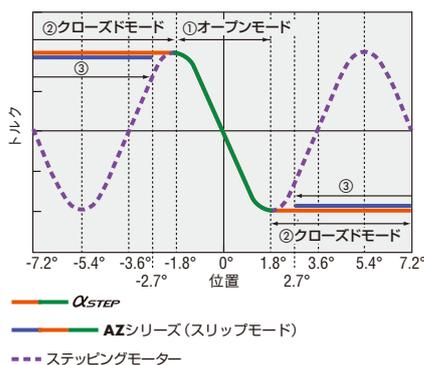

図30 AZシリーズスリップモード動作
$\alpha$ STEPの位置偏差と出力トルクの関係を、図30に示します。通常の $\alpha$ STEP制御では、位置偏差が1.8°を超えるとクローズドモードに切り替わり、検出位置から最大トルクとなる励磁位置の制御を行います。以降、位置偏差を監視し続け、1.8°以内に戻るとオープンモードに戻ります。
**AZ**シリーズでも、通常の位置制御時は、同様の動作をします。しかし、速度制御運転、トルク制御運転、押し当て制御運転などのスリップモードとなる運転では、さらに図30の③領域で位置偏差が2.7°を維持し続けるように、励磁位置だけでなく、自動的に指令位置もずらします(スリップ動作)。このように、位置偏差の一定値以上を破棄(クリップ)するような動作をすることで、位置制御としては指令した移動量(パルス量)を守らなくなりますが、トルクの足りる範囲で、パルス周波数を指令速度とする速度制御運転、トルク制御運転、押し当て制御運転が可能です。